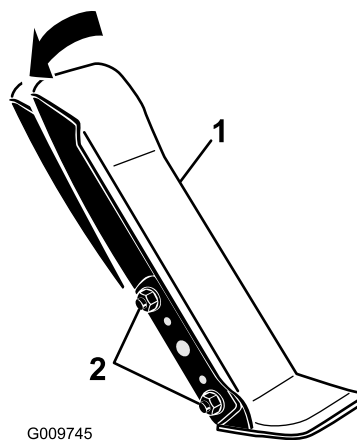

Figura 111
1. Allentare i 2 dadi e bulloni che fissano il lato sinistro del pedale di trazione alla staffa (Figura 111).
2. Inclinate il pedale nell'angolazione desiderata e stringete i dadi (Figura 111).